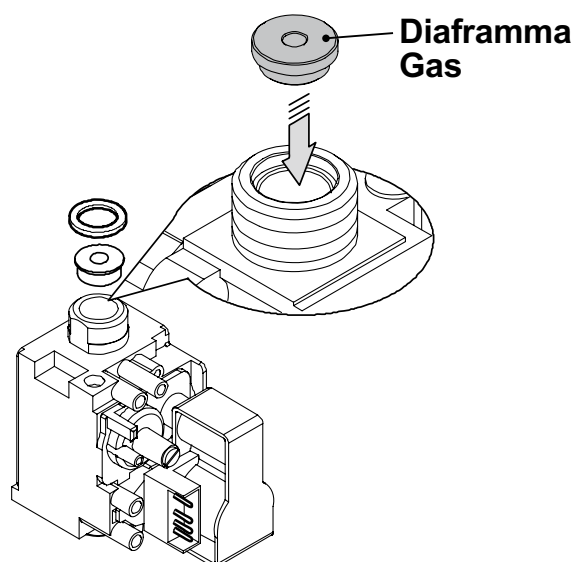

Figura 8.2
- Eseguire la trasformazione del tipo di gas sostituendo correttamente il diaframma gas (Figura 8.2), facendo riferimento alla sezione "Dati tecnici" pag. 24 (modello KONDENS N 25 B) e pag. 26 (modello KONDENS N 30 B).